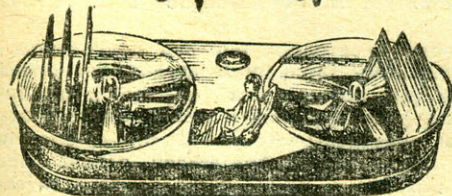

Рис. 6.
**Рис. 6. Задний мост:** 1 — крепежная рама, 2 — направляющая, 3 — ведущая полуось, 4 — крышка подшипников, 5 — корпус подшипников, 6 — шайба, 7 — подшипник, 8 — гайка, 9 — кулачковая муфта, 10 — редуктор, 11 — пальцевая муфта, 12 — хомут крепления двигателя, 13 — электродвигатель, 14 — болт М5, 15 — полуось, 16 — крышка подшипника, 17 — крепежная планка.
В 50-е годы весьма активно конструировались также различные «летающие платформы», которые были одной из попыток создания простого и легкого индивидуального летательного аппарата, передвигающегося на малой высоте. Принцип полета летающих платформ имеет много общего с вертолетным, только здесь два соосных винта, вращающихся в разные стороны, расположены в горизонтальном кольцевом корпусе, являющемся основанием аппарата (рис. 6). Было создано несколько вариантов платформ, испытанных на привязи в полетах на высоте до 10 м. Несмотря на огромную заманчивость создания миниатюрных аппаратов такого рода, они распространения не получили из-за неустойчивости в полете. Тем не менее конструкторы и сейчас постоянно обращаются к этой схеме.
**ТРАНСМИССИЯ**. Крутящий момент на ведущей звездочке двигателя с помощью втулочно-роликовой цепи передается на главную дифференциальную передачу (рис. 6) с реверсивным устройством (от мотоколяски СЗА), а далее также цепью на ступицы насаженных на полуоси колес.